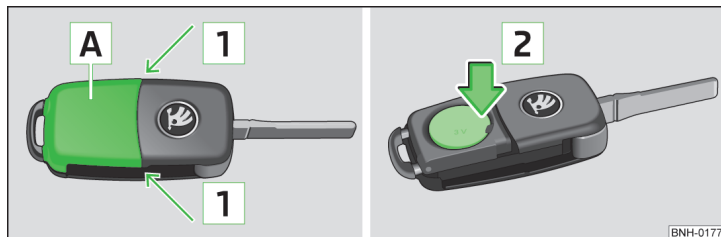

Abb. 138 Abdeckung abbauen / Batterie herausnehmen
- Die Batterieabdeckung [A] » Abb. 138 mit dem Daumen oder mit einem flachen Schraubendreher im Bereich der Pfeile [1] abdrücken.